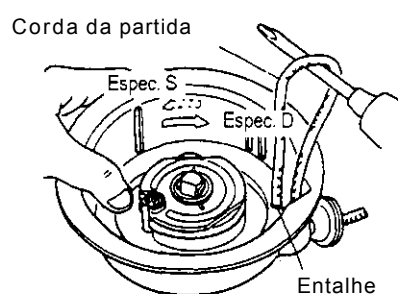

Figura 2-28-a
- 2) Puxe para fora o punho e extraia a corda da partida em aprox. 30 cm. Quando o entalhe do carretei chegar na saída da corda da partida, fixe o carretei girando com o polegar e puxe para cima a corda da partida no interior da partida retrátil usando uma chave de fenda como se mostra na Figura 2-28-a. Desenrole então a corda até que o carretei pare de girar, fazendo o carretei girar com o polegar no entalhe do carretei.
- 3) Remova as peças na forma mostrada na Figura 2-28-b.